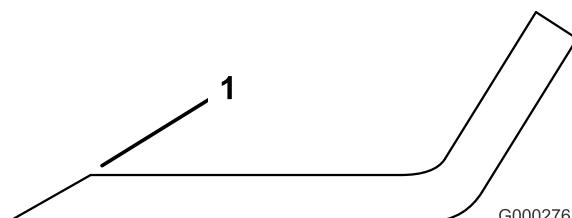

Figure 67
1. Au moyen d'une lime, aiguissez les tranchants aux deux extrémités de la lame (Figure 67) Veillez à conserver l'angle de coupe d'origine. Limez la même quantité de métal sur chacun des deux tranchants pour ne pas déséquilibrer la lame.